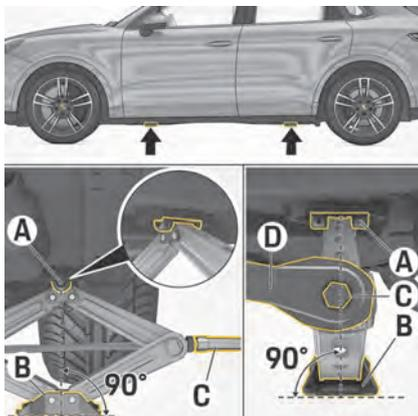

図. 250 ジャッキの位置決め
2. ジャッキを固定し、工具セットの六角ソケットレンチ **C**(図. 250) で回して、ジャッキのヘッドピース **A**(図. 250) が車両下側にある規定のジャッキアップポイントにはまるまで持ち上げます。
3. ヘッドピース **A**(図. 250) が車両のジャッキアップポイントにはまり、ジャッキの基部 **B**(図. 250) が地面に対して水平になるようにジャッキの位置を調整してください。ジャッキの基部 **B** は車両のジャッキポイントと垂直にする必要があります。
4. 車両を持ち上げるために、(工具セットの) ラチェット **D**(図. 250) の適切な側を六角ソケットレンチ **C**(図. 250) に取り付けてください。交換するホイールが地面から完全に離れるまでラチェット **D** を前後に動かして、時計方向に進めてください。
- ▶ ジャッキを下げるために、ラチェット **D**(図. 250) の反対側を六角ソケットレンチ **C**(図. 250) に取り付けてください。車両を下げた後、ジャッキを取り外してください。